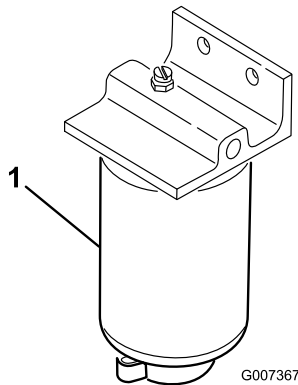

Figura 56
1. Coloque um recipiente limpo debaixo do filtro de combustível (**Figura 56**).